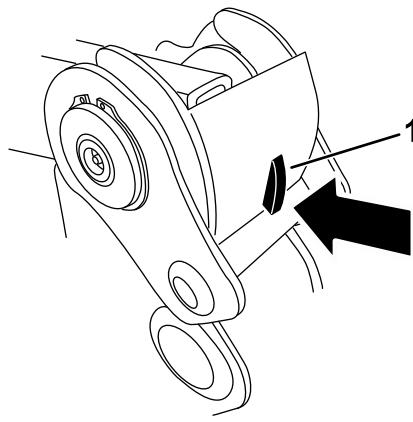

図 45
3. 各ローダアームのラッチのロックを押し下げ、ローダアームと車両とのロック状態を解除する**図 45**。